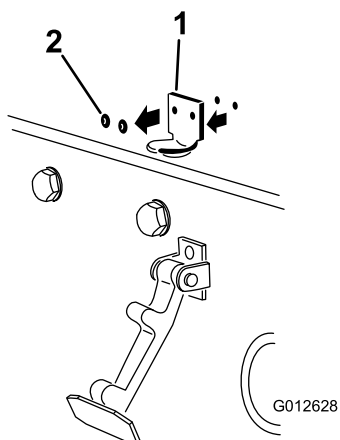

Bild 5
2. Entfernen Sie die zwei Nieten, mit denen die Halterung des Motorhaubenriegels an der Motorhaube befestigt ist (Bild 5).
Hinweis: Die Riegelhalterung muss an der Haube anliegen (Bild 5).